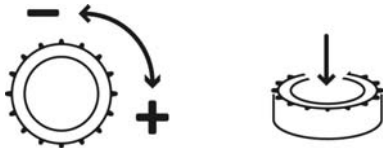

Fig. 11: Använda manöverknappen
**$n=f(AI)$  (varvtalsstyrning – se fig. 11)**
- **LCD-displayen** visar pumparnas, regulatorns och frekvensomvandlaren driftstatus. Med hjälp av en manöverknapp utförs menyval och parameterinmatning. För att ändra värden resp. skrolla genom en menynivå ska knappen vridas, för att välja eller bekräfta ska den tryckas in (fig. 11).